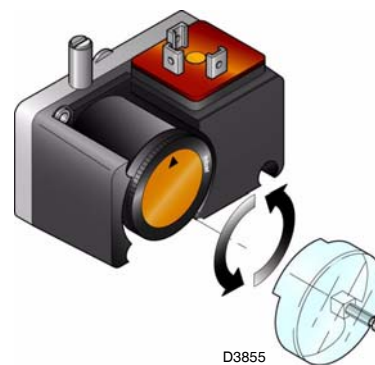

图 34
- 如果存在燃气泄露，根据随附的说明书调节燃气泄露检测装置（PVP 组件）（第 36 页图 34）的压力开关。
如果存在燃气泄露，根据随附的组件说明书调节燃气泄露检测装置 (PVP 组件) (图 34) 的压力开关。